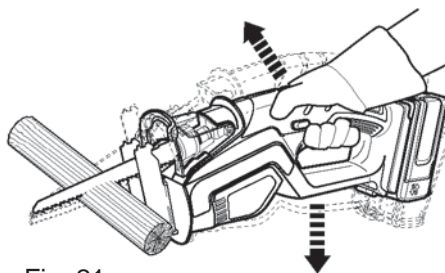

Fig. 21
- > Coupez en faisant des mouvements de balancier, de manière à ce que la lame s'enfonce dans la pièce de manière uniforme (Fig. 21).